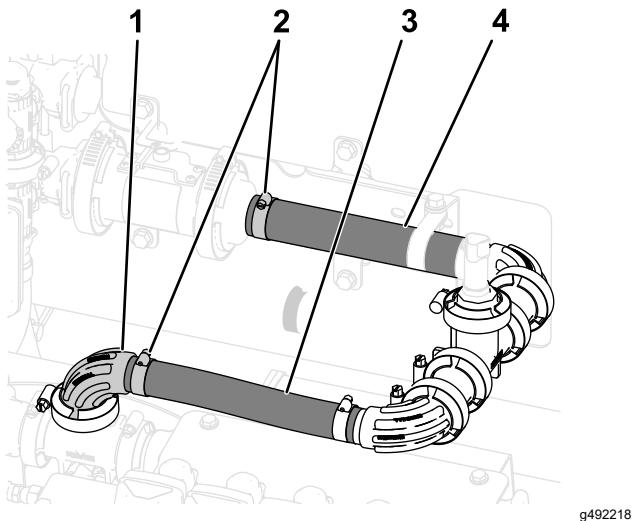

Figura 51
3. Apriete la abrazadera que sujetla la manguera (1 x 7-1/4") al acoplamiento con brida dentado (1") que ha montado en Instalación del transductor de presión en la máquina \(página 24\); consulte la Figura 51.